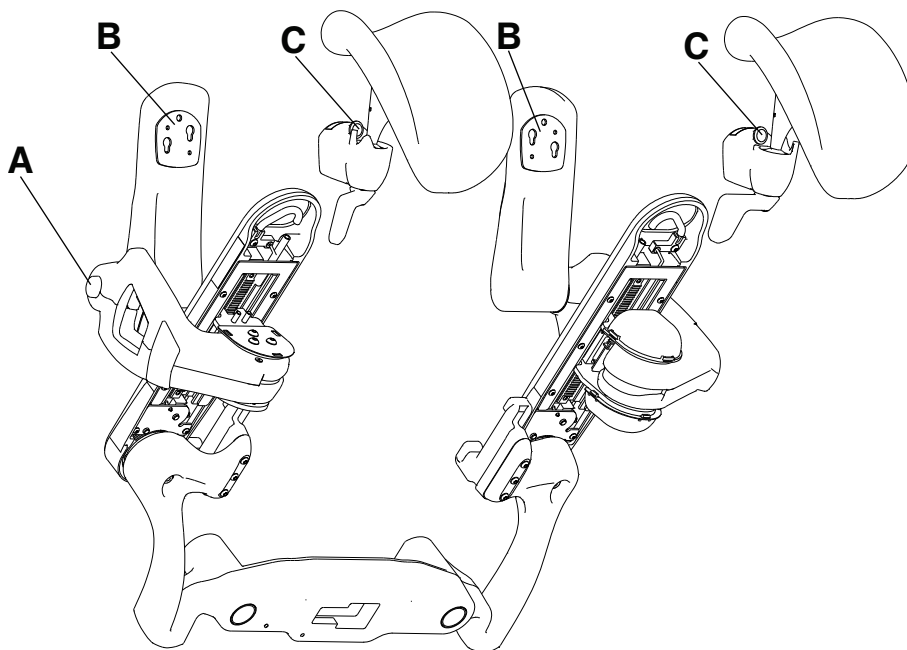

Figure 2-25 : Fixation des repose-mollets
3. Pousser la touche violette et faire pivoter le repose-pied dans sa position verticale maximale (A) (Figure 2-25 à la page 2-29).
1. Tirer sur le tirette (C) (Figure 2-25 à la page 2-29).
3. Abaisser le repose-mollet dans la plaque du repose-pied (B) (Figure 2-25 à la page 2-29).
3. Sortir le repose-mollet de la plaque du repose-pied (B) (Figure 2-25 à la page 2-29).